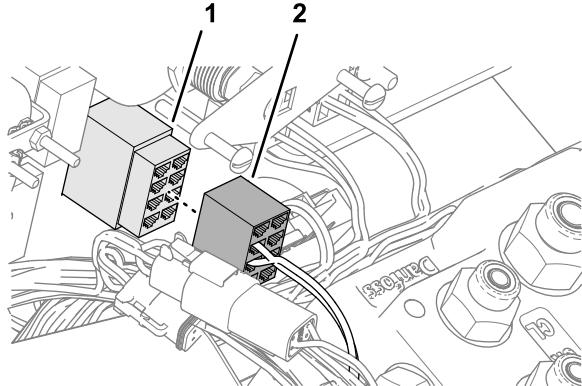

Bild 93
6. Stecken Sie den 8-poligen Anschluss des Kit-Kabelbaums mit der Beschriftung ROAD SWITCH [Straßenverkehrs-Schalter] (Bild 93) in den 2-stufigen Schalter, den Sie in Einbau des Straßenverkehrs-Schalters im Armaturenbrett \(Seite 33\) installiert haben.